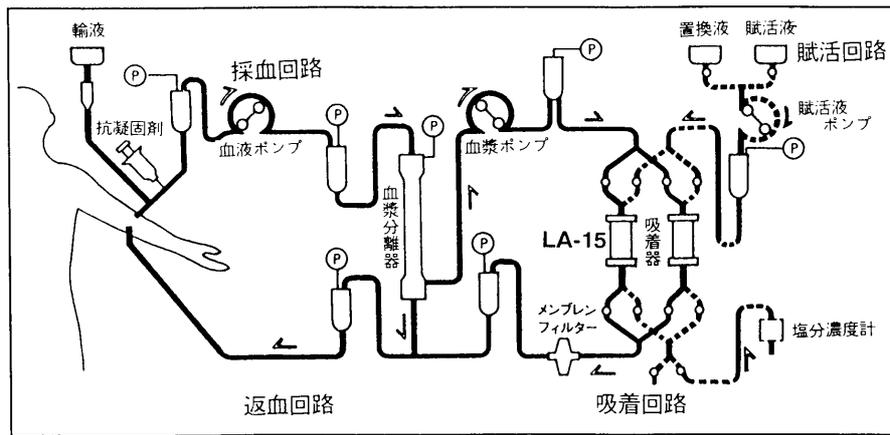

図2 LDL 選択的血漿吸着システム
MA-01 は血漿分離器と LA-15 及び血漿交換療法用回路 LT-MA 2 (Y) を組み合わせて使用する。図 2 の如く血液ポンプにより導かれた血液は, 血漿分離器により血漿成分と血球成分に分離される。分離された血漿は吸着器で LDL 及び VLDL が吸着・除去され,